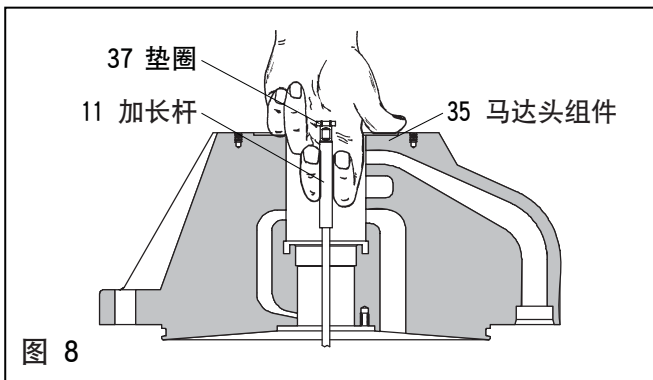

图 8
25. 将 (12) 下垫圈置于 (11) 伸长杆上。
26. 将 (11) 伸长杆向上拉，用两个手指捏紧 (见图8)。